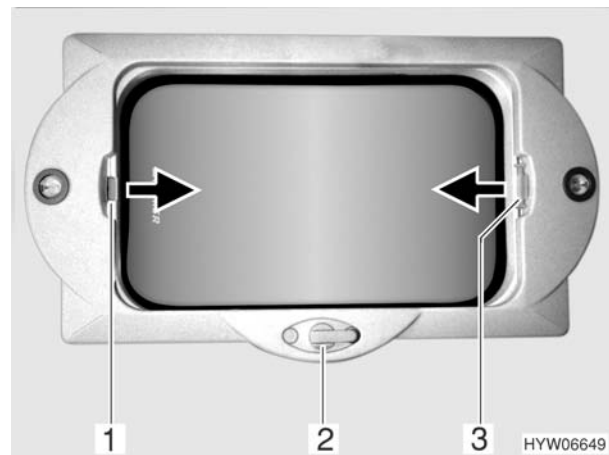

Fig. 59 Oblò a manovella
- Sollevare (aprire) o abbassare (chiudere) l'oblò a manovella ruotando la manovella (Fig. 59,2) in senso corrispondente. Il posizionamento è a piacere.
- Tirare la tendina oscurante pieghevole (Fig. 59,3) nella direzione della freccia fino alla posizione desiderata. La tendina oscurante pieghevole rimane in questa posizione.
- Tirare la zanzariera a rullo (Fig. 59,1) nella direzione della freccia fino a toccare la tendina oscurante pieghevole (Fig. 59,3).
- Premere la maniglia della zanzariera a rullo (Fig. 59,1).